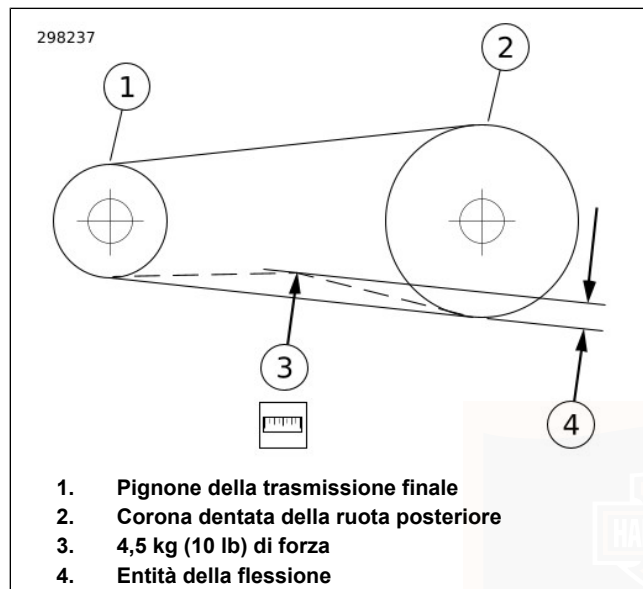

Figura 60. Controllo della flessione della cinghia
- b. **Tutti gli altri modelli:** vedere Figura 60. Misurare la flessione (4) tenendo fermo il misuratore.